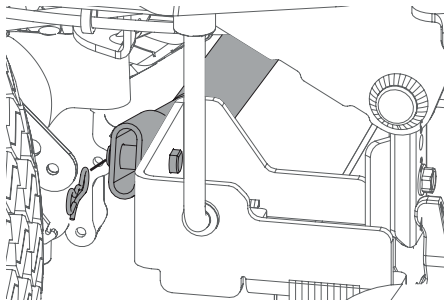

Figure 50
- a. Retirez la goupille fendue sur le côté droit de la barre qui la retient au support du châssis (Figure 50).